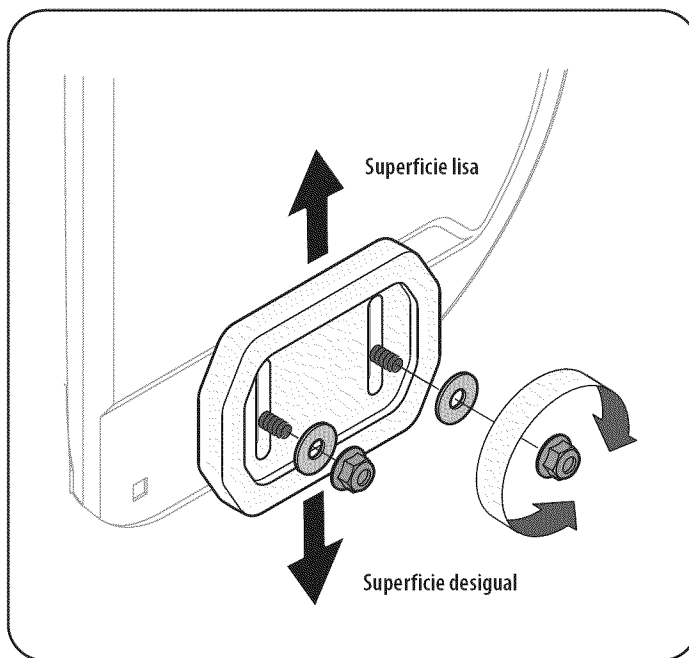

Figura 7
1. Afloje las cuatro tuercas hexagonales (dos en cada lado) y los pernos del carro. Mueva las zapatitas antideslizantes a la posición deseada. Vea la Figura 7.